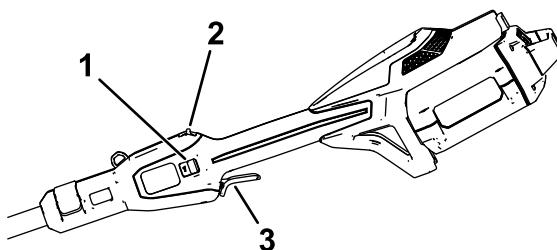

Bild 8
4. Ziehen Sie zum Anlassen des Freischneiders den Arretierungsschalter nach hinten und drücken Sie dann den Auslöser für die variable Geschwindigkeit (Bild 8).